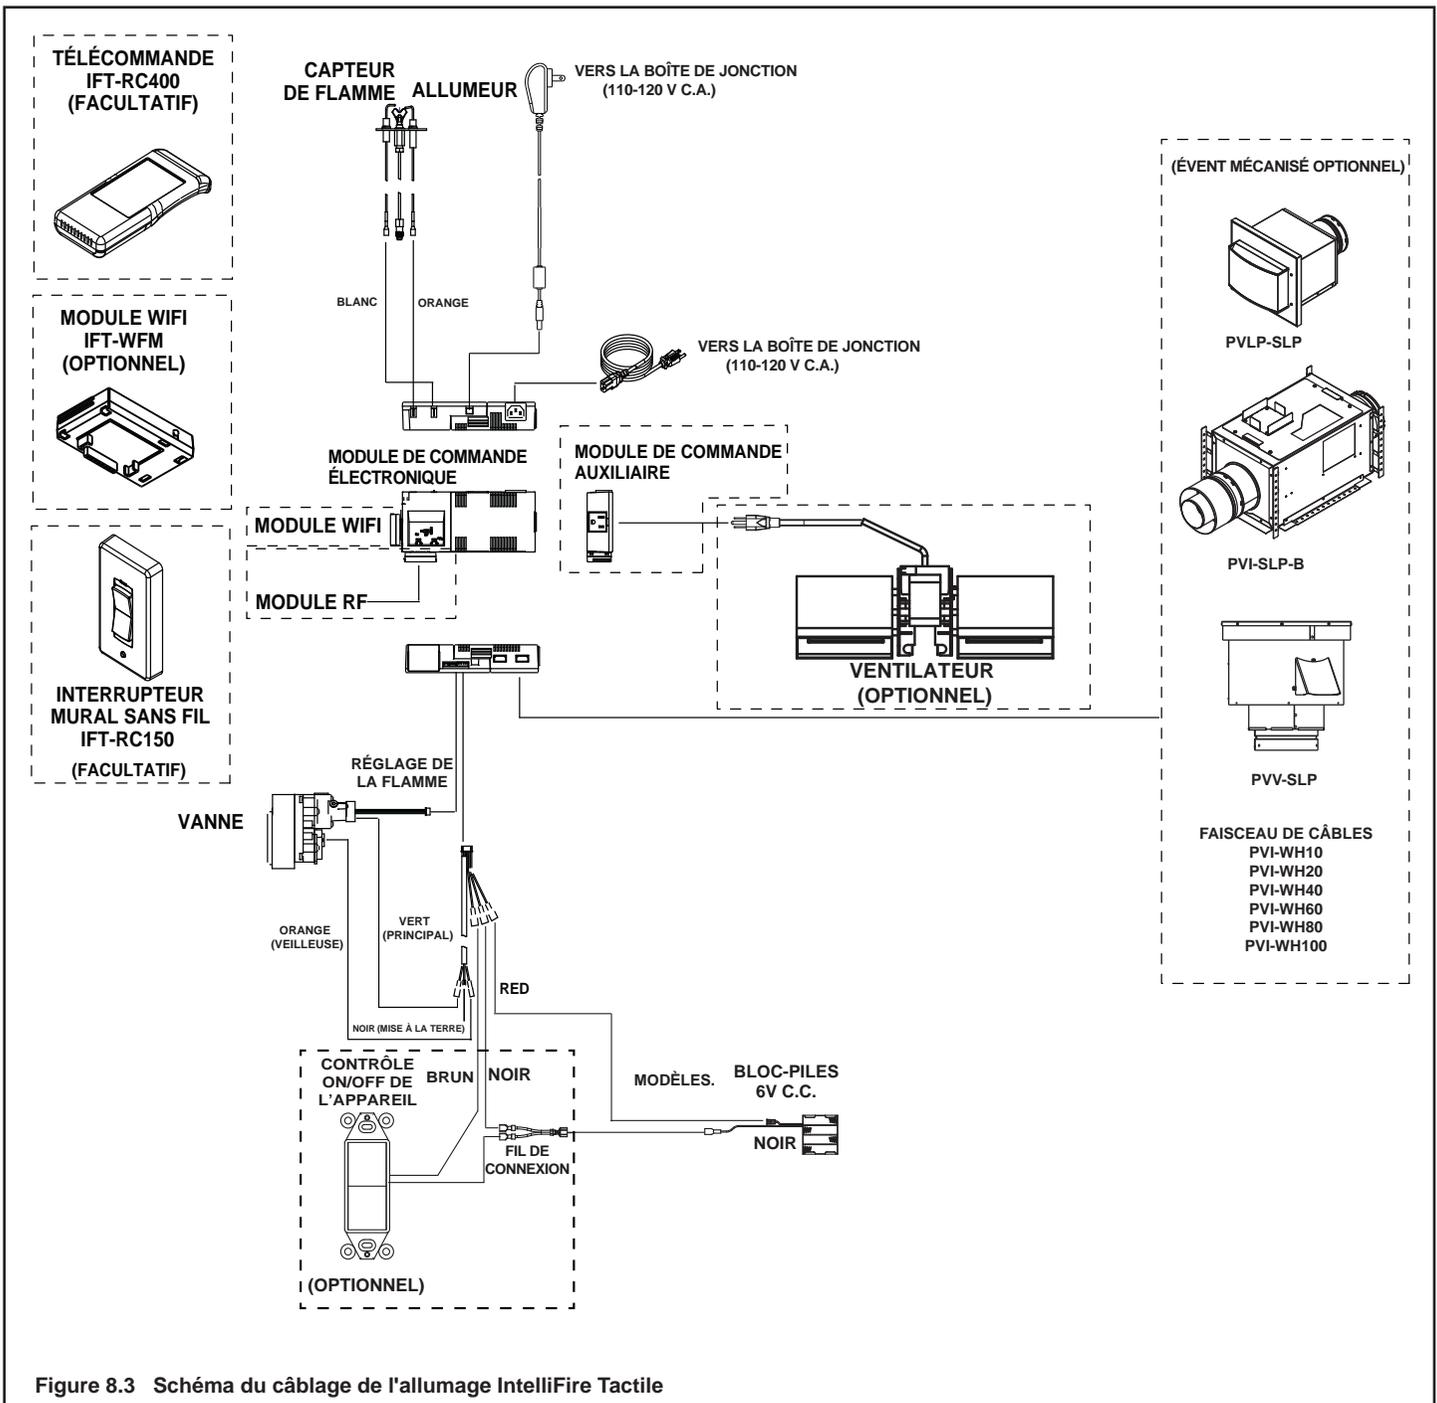

Figure 8.3 Schéma du câblage de l'allumage IntelliFire Tactile
- Consultez la figure 8.3, Schéma du câblage IntelliFire™ Tactile (IFT).